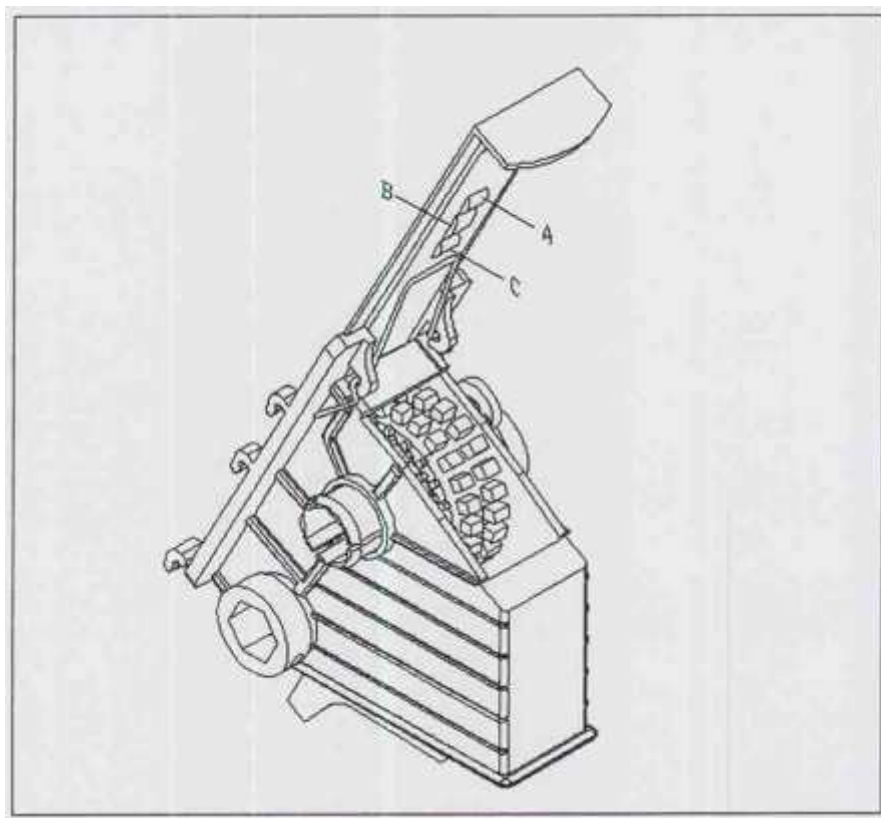

Fig. 21-00
Las trampillas, como puede observarse en la Fig.21-00, tienen tres posiciones: cerrada total (A), cerrada 1/3 (B) y abierta (C).